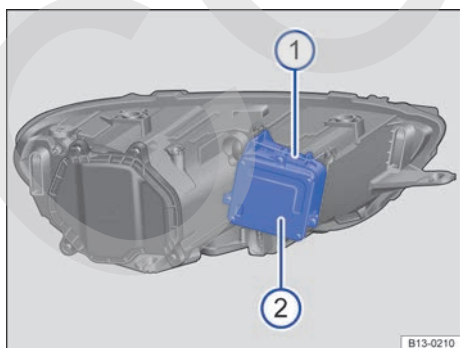
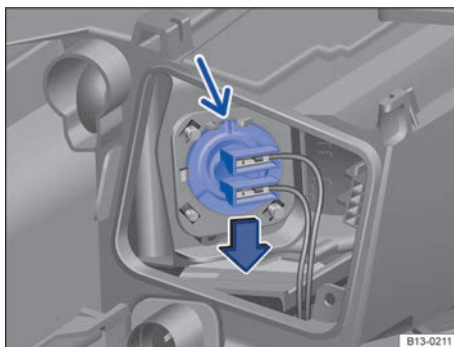

Fig. 141 En el vano motor: tapa del faro izquierdo.
Fig. 142 En el vano motor: luz de curva estática. ▶
→ fig. 141 y → fig. 142
3. Mueva el estribo de sujeción → fig. 141 ① de la parte posterior del faro hacia delante y retire la tapa → fig. 141 ②.
6. Coloque la lámpara con el conector en la parte inferior del orificio del faro y presione hacia arriba. La pestaña de la lámpara tiene que encontrarse en el rebaje superior del faro → fig. 142 (flecha pequeña).
7. Coloque la tapa → fig. 141 ② y mueva el estribo de sujeción → fig. 141 ① hacia atrás hasta que se bloquee.